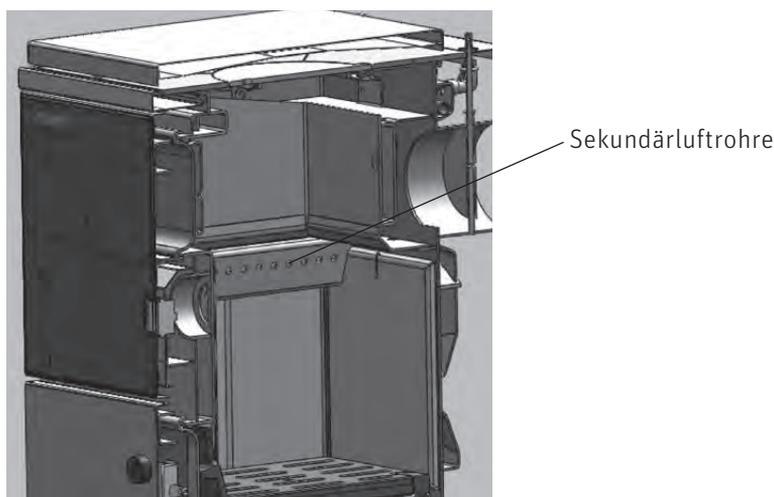

Fig.10 Füllraum
- Der Füllraum darf nur maximal bis zur Unterkante der Sekundärluftrohre befüllt werden – Fig. 10.